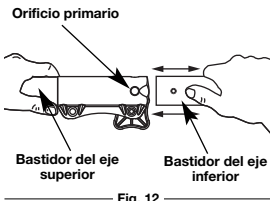

Fig. 12
3. Mientras sostiene el bastidor del eje superior con firmeza, tire del accesorio de corte o accesorio en línea recta fuera del acoplador EZ-Link™ (Fig. 12)
2. Mientras sostiene el accesorio con firmeza, empujelo en línea recta en el acoplador EZ-Link™ (Fig. 12).